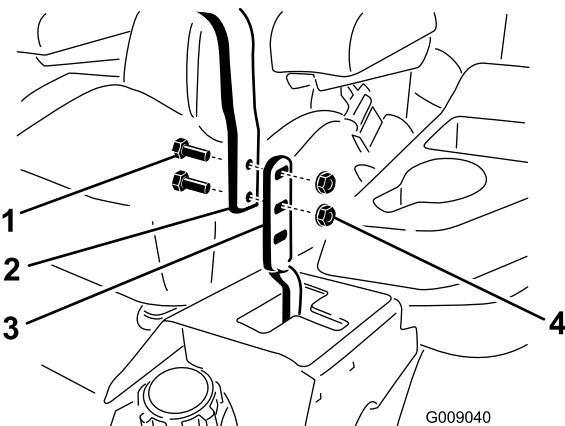

図 62
3. レバーに取り付けられているボルトとフランジナットをゆるめる図 62。